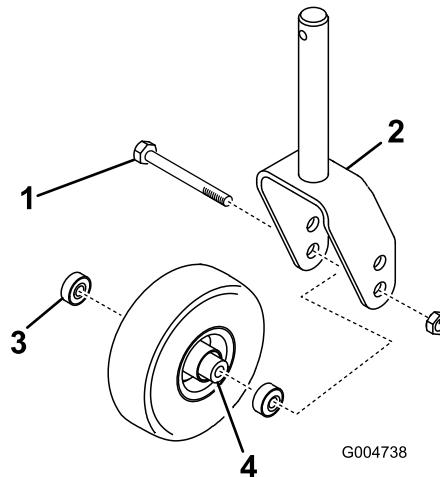
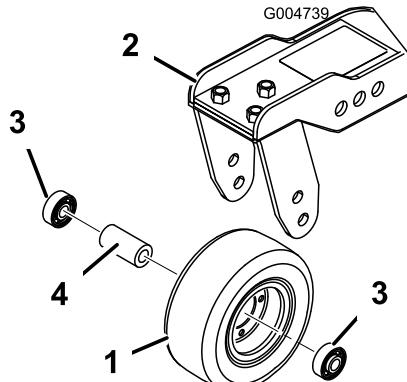

Bild 94
Bild 95
1. Entfernen Sie die Sicherungsmutter von der Schraube, mit der das Laufrad zwischen der Laufradgabel (Bild 94) oder dem Laufragelenkarm (Bild 95) befestigt ist.
2. Entfernen Sie das Lager aus der Radnabe und lassen das Lagerdistanzstück herausfallen (Bild 94 und Bild 95).